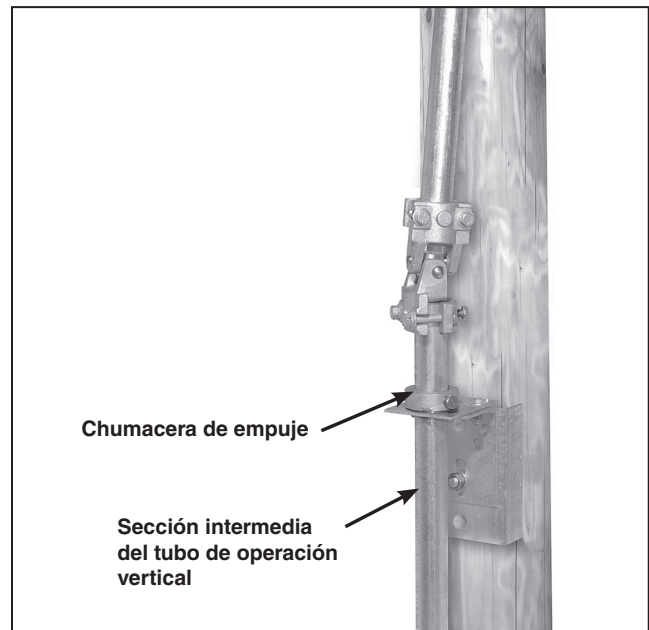

Figura 18. Instalación de la sección intermedia del tubo de operación vertical.
**PASO 16.** Pase la siguiente sección del tubo de operación vertical a través de la chumacera guía y después a través de la chumacera de empuje. La chumacera de empuje descansará en la chumacera guía y soportará el tubo de operación. Vea la Figura 18.